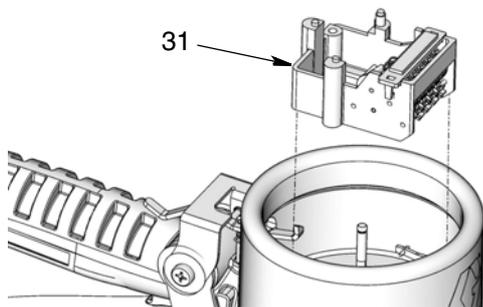

FIG. 30
6. Retire todo el conjunto del contador (31) (FIG. 30).